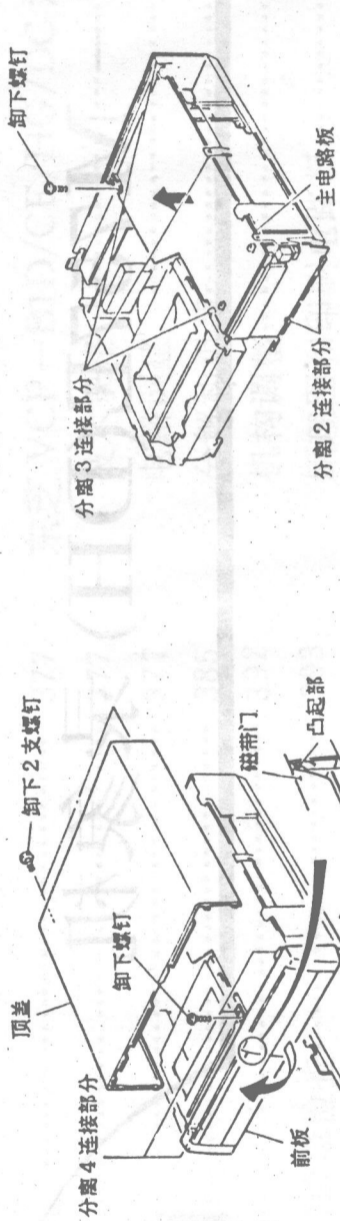
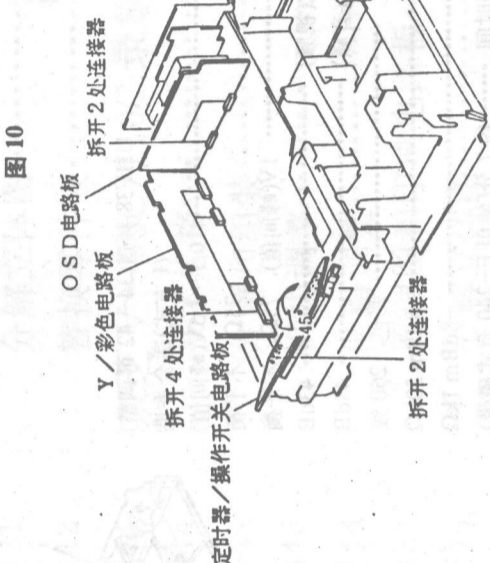
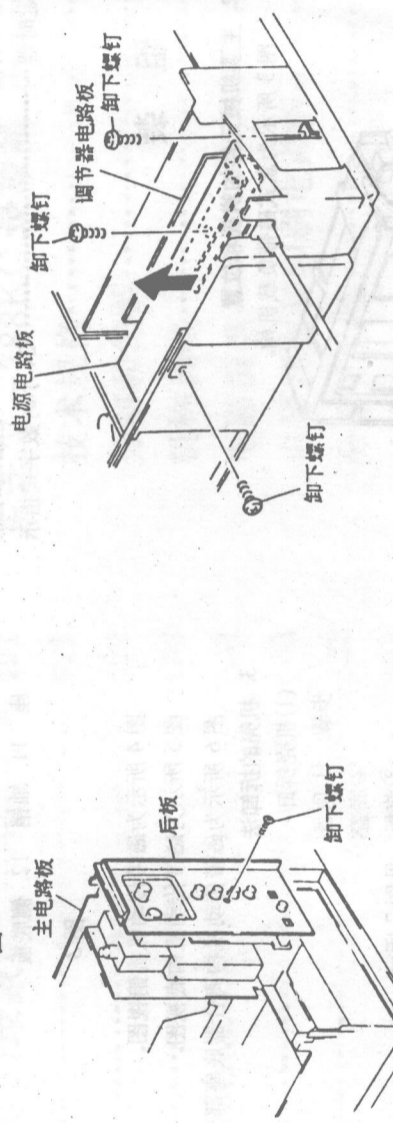
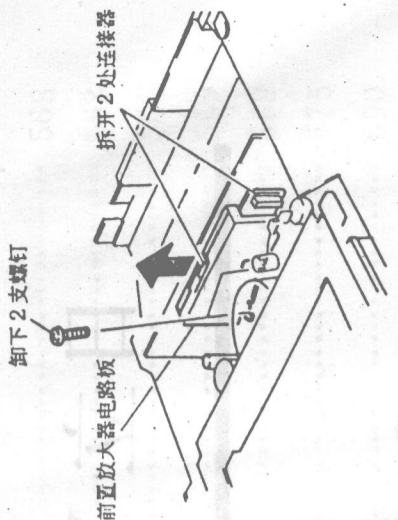

图7
图8
图9
图10
(1) 机壳拆卸
步骤: ① 顶盖; ② 底盖; ③ 前板, 见图 7 所示。
(2) 磁带门
步骤: ① 先按图 7 所示拆卸顶盖和底盖; ② 拆下前板; ③ 按图 8 所示进行拆卸。
(3) 后板
步骤: ① 先按图 7 所示卸下顶盖和底盖; ② 拆下前板; ③ 拆下主电路板, 然后按图 9 所示拆下后板。
步骤: ① 先按图 7 所示卸下顶盖和底盖; ② 按图 10 所示卸下主电路板;
③ 按图 10 所示卸下主电路板;
步骤: ①按图7所示先卸下顶盖和底盖, 再卸下前板;